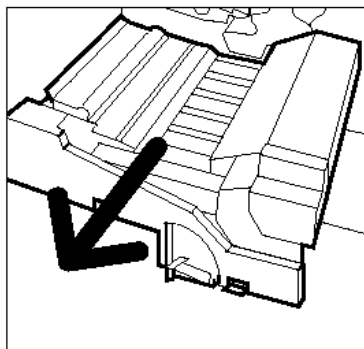

Figura 35: Puxar o Módulo de caminho de papel para fora
- 4** Segure o Módulo de caminho de papel e puxe-o com firmeza para fora da copiadora/impressora, até que esteja totalmente aberto, conforme ilustrado na Figura 35.